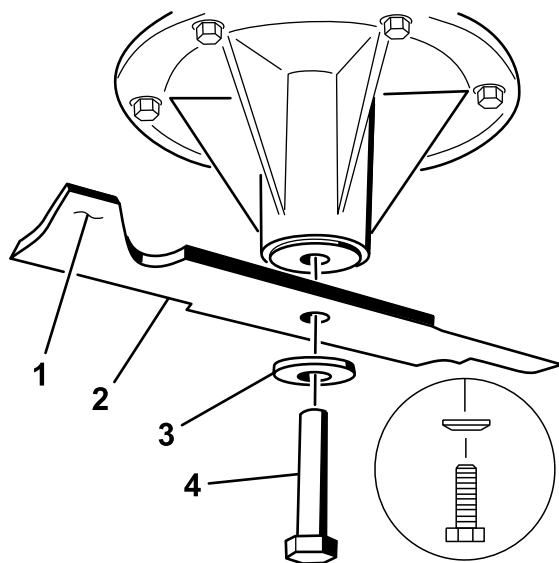

Figura 71
2. Instale a lâmina no eixo (Figura 71).
3. Instale a anilha curva e o parafuso da lâmina (Figura 71).
**Nota:** O cone da anilha curva deve ser montado virado para a cabeça do parafuso (Figura 71).